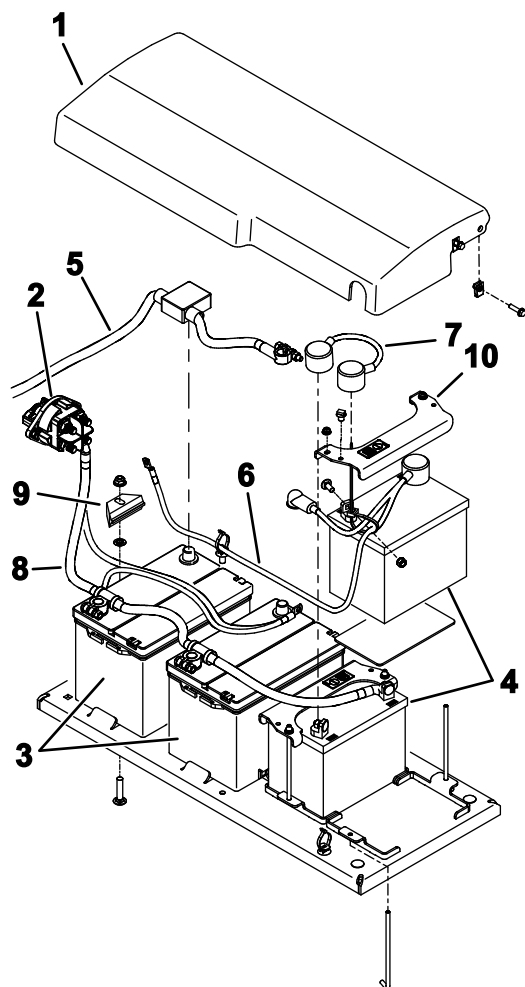

Figura 82
6. Rimuovete i dispositivi di fissaggio che fissano il coperchio della batteria alla macchina e rimuovete la copertura (Figura 82).
9. Rimuovete attentamente le batterie dalla macchina (Figura 82).
1. Fissare le batterie con i dispositivi di fissaggio (Figura 82).